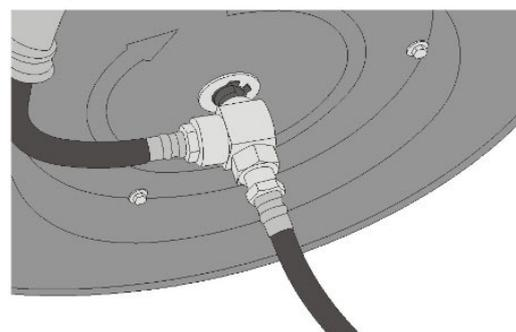

Abb. 5: Montage
Schritt 4: Schrauben Sie den Luftzufuhrschlauch in die vorgesehene Aufnahme an der Trommel (Abb. 5).